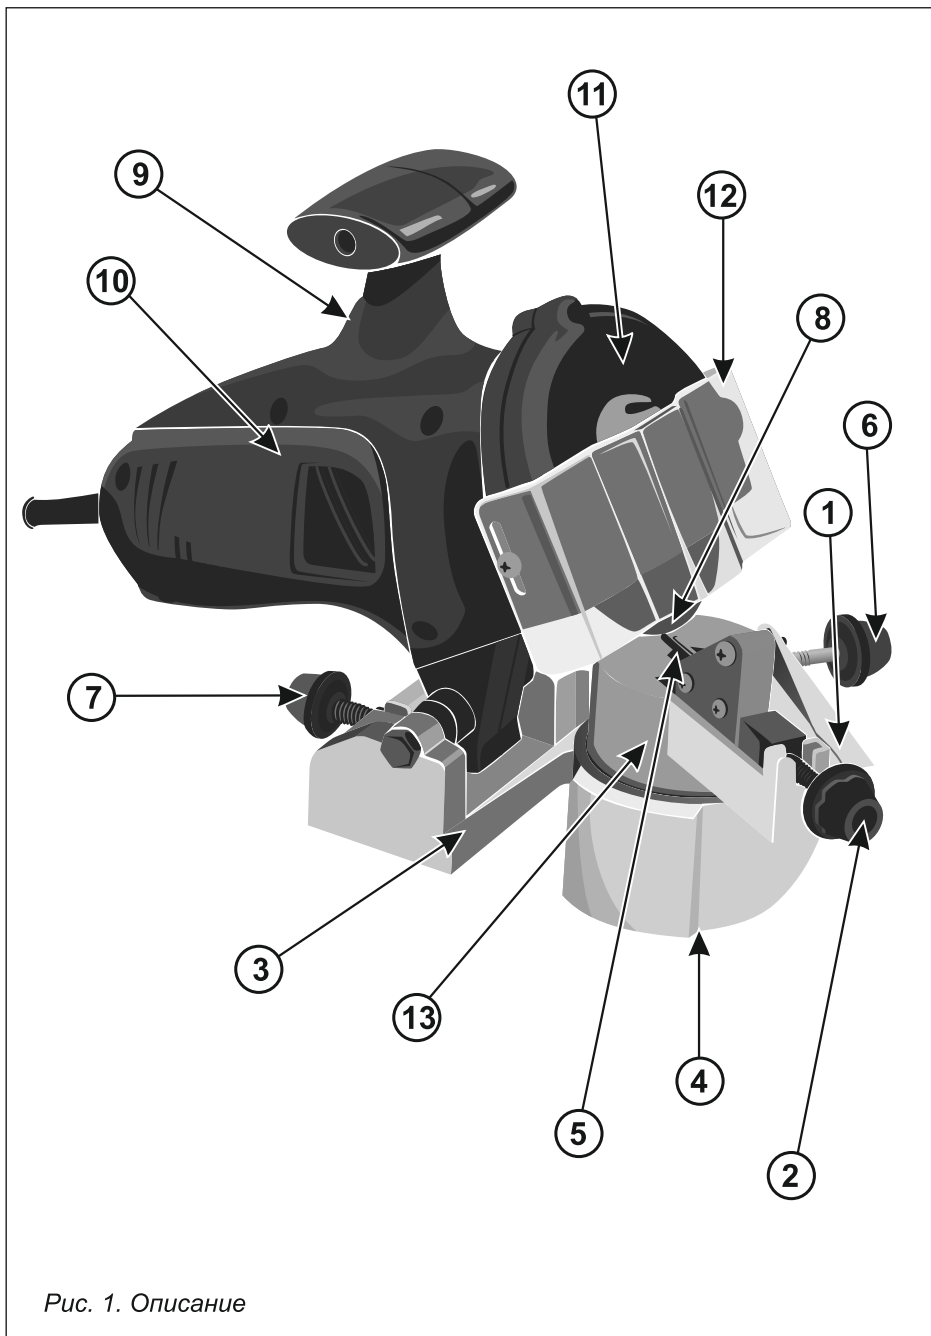

Рис. 1. Описание
## 2. ОПИСАНИЕ (рис. 1)
- Никогда не работайте со станком без кожуха 11 (рис. 1), защищающего заточной диск.
- Всегда проверяйте заточной диск 8 (рис. 1), включив станок на 30–60 сек без контакта его с цепью.
• Ослабьте гайку 4 (рис. 1) и установите стрелку блока установки цепи 13 (рис. 1) на нужное значение угла шкалы угломера. Цепи имеют различные размеры и разные углы заточки. Проверьте по документации производителя тип цепи и далее следуйте рекомендациям приведенным в **Таблице углов заточки пильных цепей** (см. табл. 1). После того, как угол установлен, затяните гайку 4.
• Поднимите упор 1 (рис. 7) и уложите цепь в направляющие 5 (рис. 1).
• Опустите корпус и переместите цепь так, чтобы заточной диск 8 попал в выемку зуба и уперся в нее (рис. 8). Регулировку наклона корпуса производить винтом 7 (рис. 1).
- Перекиньте упор 1 (рис. 1) и вращением винта 2 переместите его в положение, при котором он упрется в зуб, с которого Вы хотите начать заточку, поднимите корпус.